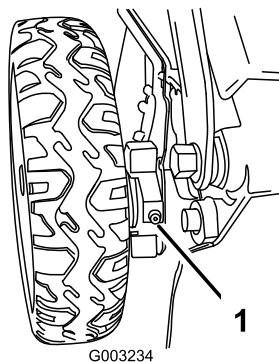

Figura 44
1. Limpie con un trapo limpio los puntos de engrase situados justo dentro de las ruedas traseras (Figura 44).